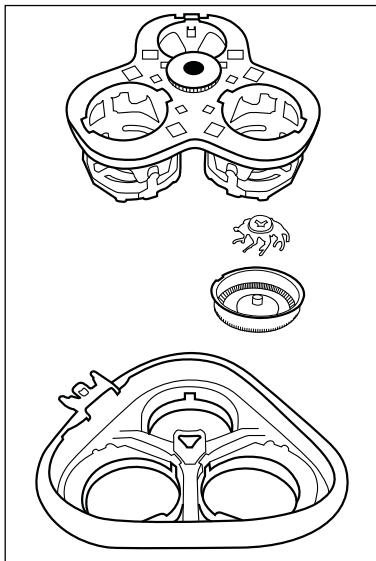

Figura 1
- 3) Premere la corona dentata nera leggermente verso il basso e ruotarla con attenzione in senso antiorario fino a quando il supporto delle testine di taglio non si lascia sollevare (vedere Figura 1).
- 5) Riassemblare l'unità di taglio ②. A tal fine servirsi della figura 1:
- disporre le 3 testine di taglio nelle rientranze dell'unità di taglio ②. Verificare che le tacche sul bordo delle testine di taglio si trovino sui blocchi presenti nell'apertura.